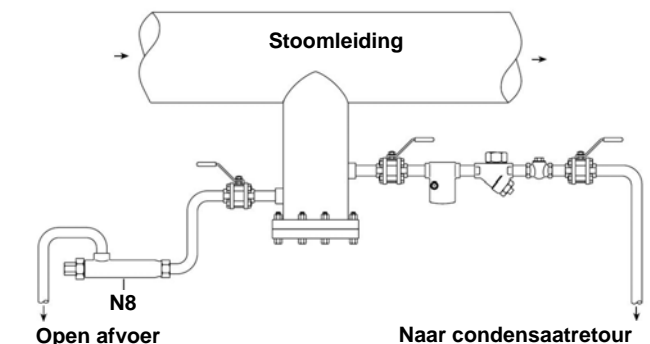

Fig. 2
- 3.5. Door zijn vaste afvoertemperatuur kan de vloeistofexpansiecondenspot gebruikt worden als condenspot bij stilstand. De uitlaat moet steeds naar boven gericht zijn (zie fig. 2) zodat het met olie gevuld element steeds ondergedompeld is. Het condensaat moet via een open afvoer worden afgeleid naar een veilige plaats onder het lichaam van de condenspot. De vloeistofcondenspot voert enkel condensaat af bij een temperatuur tussen 60 en 100°C en moet dus gebruikt worden in combinatie met een normale condenspot.